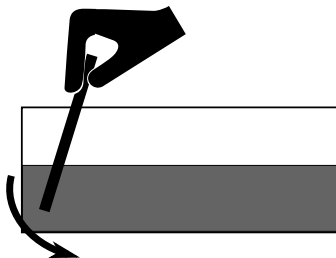

FIGURE 19 – Pour créer une vague, pousser l'eau rapidement avec la spatule plastique.
-  La première étape consiste à créer une onde avec les bonnes caractéristiques, c'est-à-dire avec une amplitude ni trop grande (pour qu'il n'y ait pas trop de déformations au cours du temps, ni de vagues secondaires), ni trop petite (pour pouvoir être observable facilement). La technique consiste à pousser l'eau avec un bout de plastique de manière assez rapide et dans un espace restreint à gauche de la cuve (cf. Fig. 19).